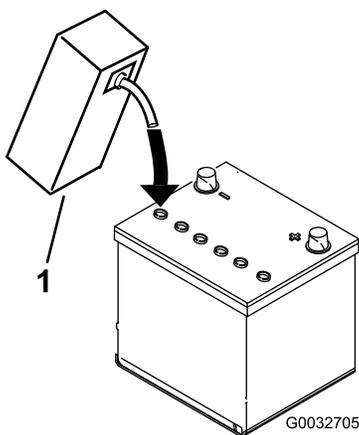

図 7
3. 各セルの電極板が液面下 6 mm程度に水没するまで、電解液を慎重に入れる 図 7。
4. 電極板が液を吸収するまで20-30分程度待つ。必要に応じて、電極板が 6 mm程度水没するぐらいに電解液を補充する 図 7。